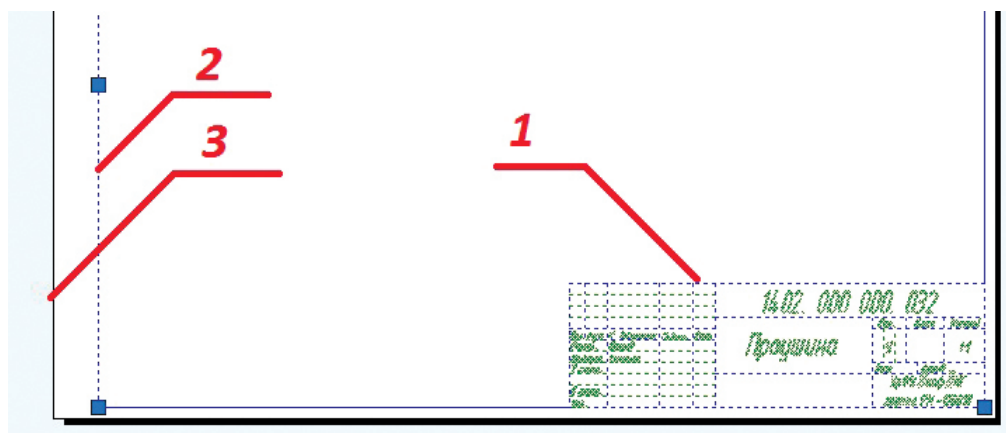

Рис. 49. Расчленение блока *Формат АЗ*
Если все ваши действия были выполнены правильно, то в результате изображения на листе примут такие свойства (рис. 49). Блок **Основная надпись** (1) останется нерасчлененным, внутренняя рамка чертежа расчленится в основные линии (2), внешняя рамка (3) останется в нулевом слое, который не будет выводиться на печать.
После создания шаблона формата А3 (рис. 49) необходимо его сохранить для дальнейшего использования.